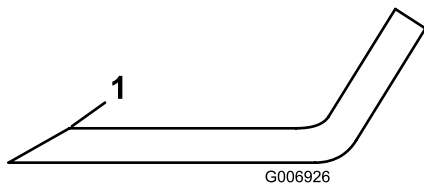

Bild 98
5. Untersuchen Sie die Schnittkanten aller Messer. Schärfen Sie alle stumpfen und ausgekerbten Schnittkanten. Schärfen Sie nur die Oberseite der Schnittkante und behalten dabei den ursprünglichen Schnittwinkel bei, um die Schärfe des Messers zu gewährleisten (**Bild 98**).
6. Wenn das Messer stumpf ist oder Kerben hat, schärfen Sie nur die Oberseite der Schnittkante und behalten den Originalschnittwinkel bei (**Bild 98**).